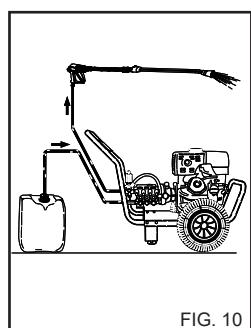

FIG. 10
1) Efter anvendelse med rengøringsmiddel skal opsugningskredsen (fig. 10) skyldes. Sæt rengøringsmiddelopsugningsrøret i en dunk med rent vand, og sæt pumpen i drift i 1 minut, mens doseringshansen er helt åben, og dyserøret befinder sig i fasen for rengøringsmiddeludstrømning.
4) Efter anvendelse med rengøringsmiddel skal opsugningskredsen skylles, rengøringsmiddelopsugningsrøret (fig. 10) sættes i en dunk med rent vand og pumpen sættes i drift i 1 minut, mens dyserøret befinner sig i fasen rengøringsmiddeludstrømning.